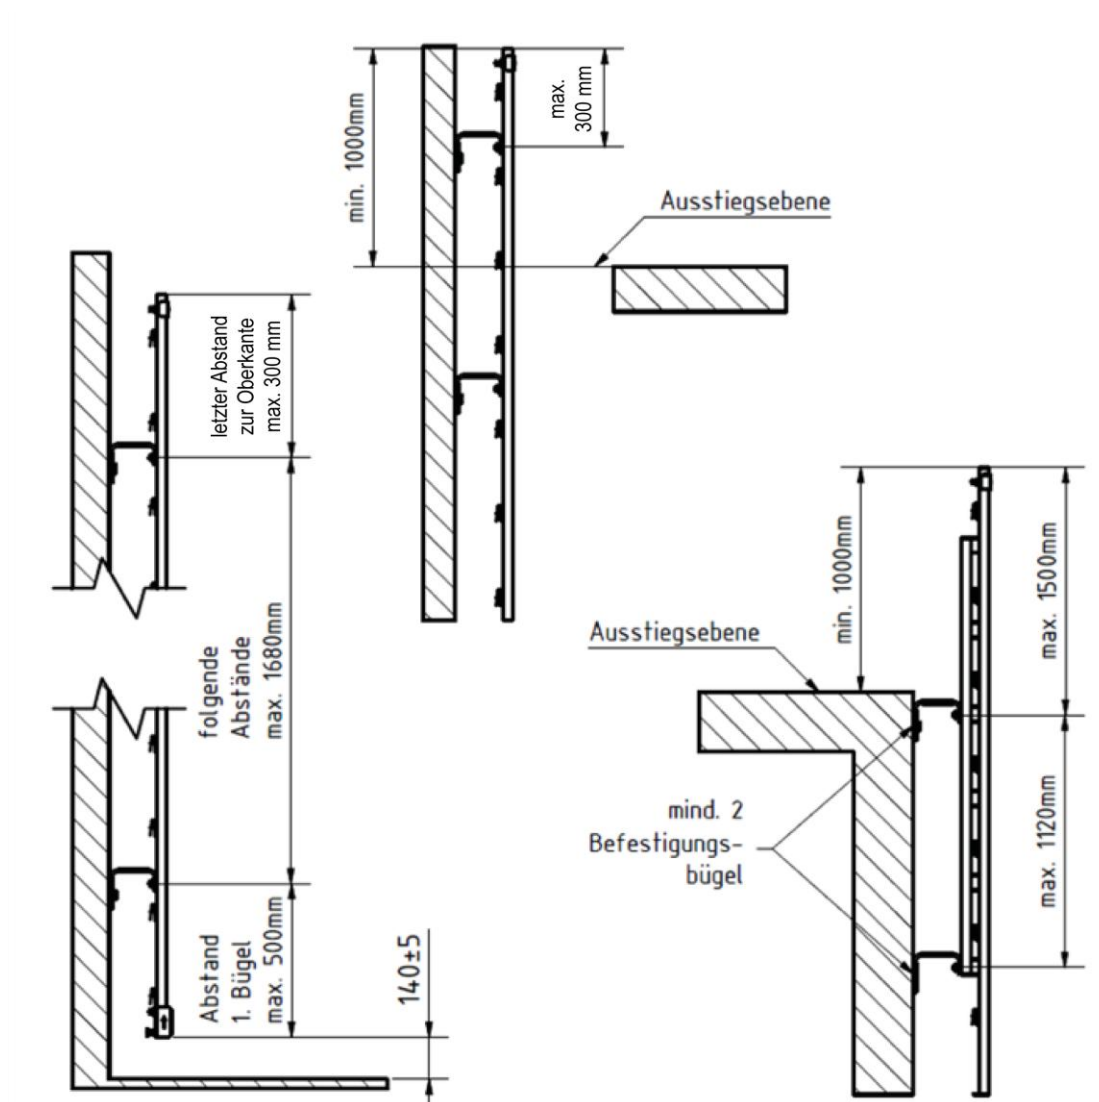

Abbildung 1: Einbaumaße
- Aus statischen Gründen müssen Leiterüberstände von mehr als 300 mm mit einer Holmverstärkung versehen werden. Siehe hierzu Abb.1.